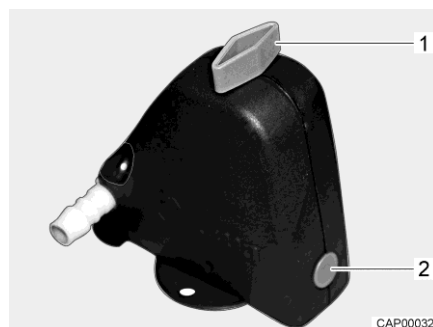
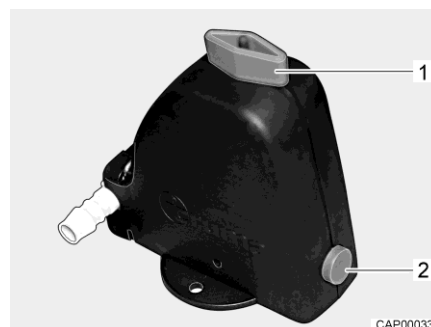

Fig. 71 Válvula de seguridad/purga cerrada
Fig. 72 Válvula de seguridad/purga abierta
- Abrir la válvula de seguridad/purga (Fig. 71). Para ello, girar el botón giratorio (Fig. 71,1) a la posición longitudinal en referencia a la válvula de seguridad/purga. El botón (Fig. 71,2) salta hacia fuera. La válvula de seguridad/purga abierta se muestra en Fig. 72.